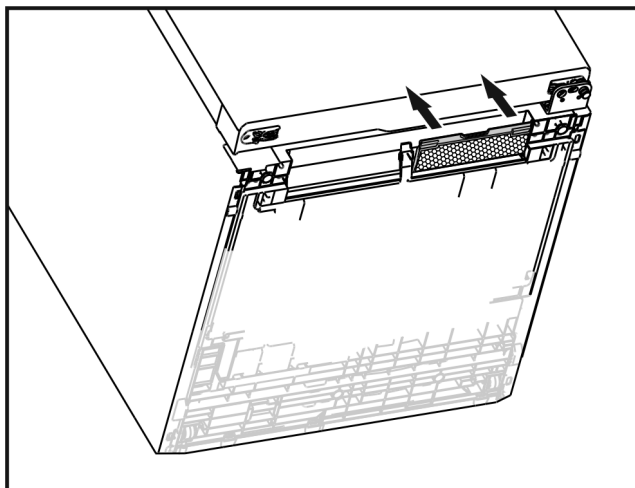

Fig. 6
- Moskitoblende beidseitig zum Gerät drücken bis sie einrastet (siehe Fig. 6).